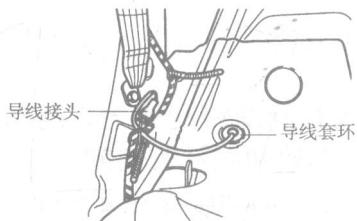

图 2-5 拆卸后轮转速传感器导线
- ① 拆卸后座，拆卸门柱和侧面内饰，拆卸 C 柱内饰。
- ② 拔下车轮转速传感器导线接头，并取下导线套环，如图 2-5 所示。